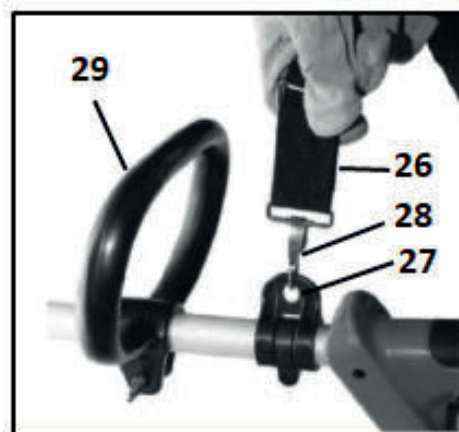

Рис.9
- Возьмите наплечный ремень (26) из комплекта поставки и закрепите его на корпусе триммера в петельке (27), предназначенной для установки ремня с помощью карабина (28).
- Наденьте на себя триммер. Отрегулируйте ремень и дополнительную рукоятку (29) под индивидуальные требования (Рис.9).